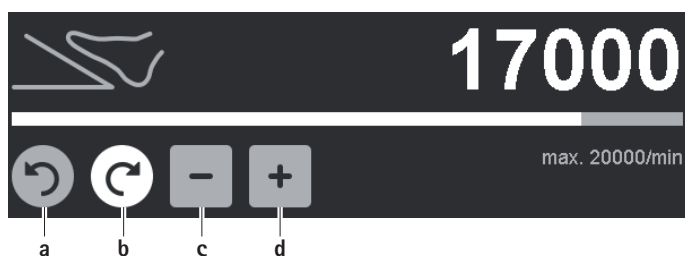

Fig. 6 Ændring af maksimumsgrænse for omdrejningstal/omdrejningsretning
- ▶ Ændring af omdrejningsretning: Aktivér den inaktive, grå tast for omdrejningsretning/venstreløb **a/b**, se Fig. 6.